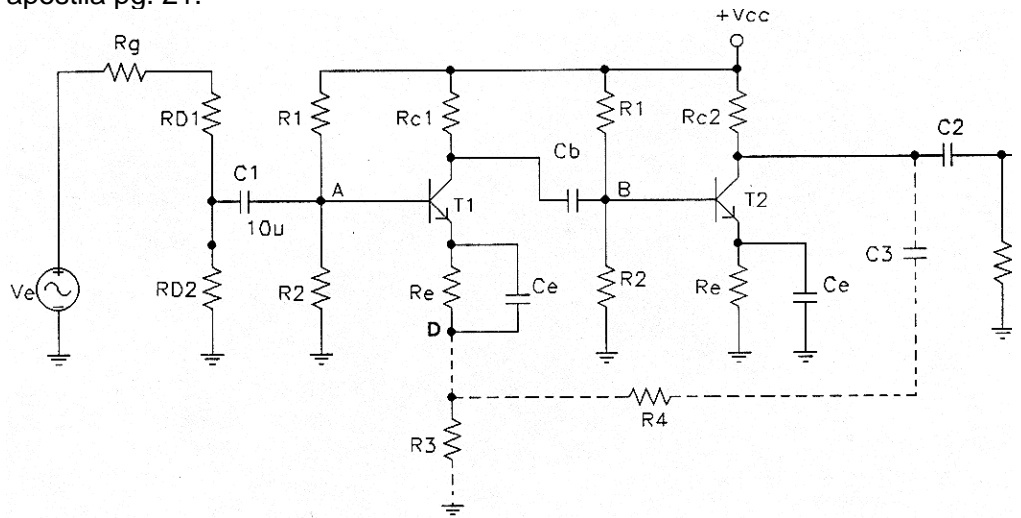

Figura 1
**4.1.1** Montar o circuito projetado conforme indicado na figura 1. Ajuste  $V_{cc}$  em 12 V. (Não se esqueça que o ramo pontilhado não faz parte dessa montagem e que o nó D deve ser ligado ao terra).